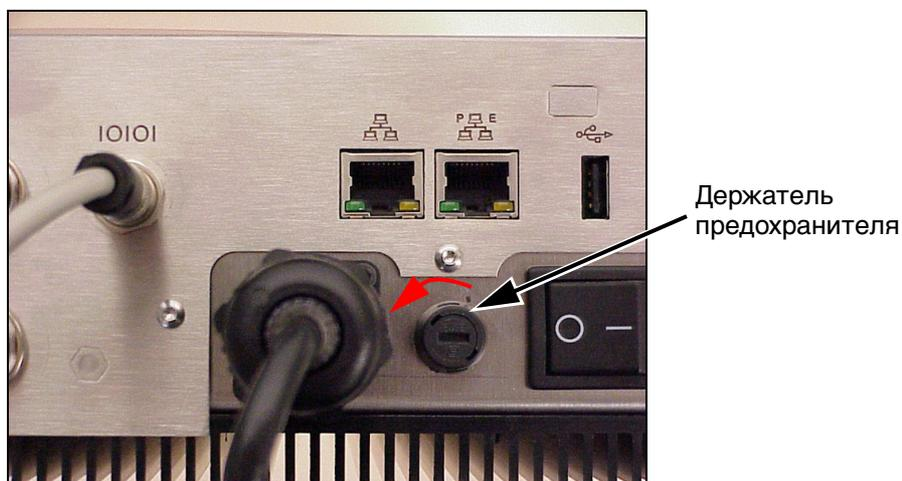

Рис. 7-1: Извлечение держателя предохранителя
- 1 При помощи небольшой отвёртки нажмите и поверните держатель предохранителя против часовой стрелки, снимите держатель предохранителя (см. Рис. 7-1).